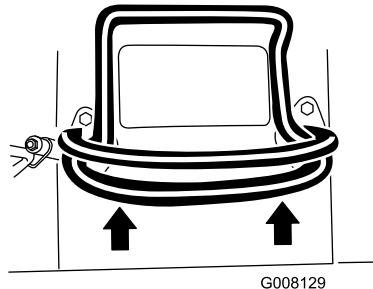

Bild 8
- Bewegen Sie den Fahrantriebshebel nach vorne, um vorwärts zu fahren (Bild 8).